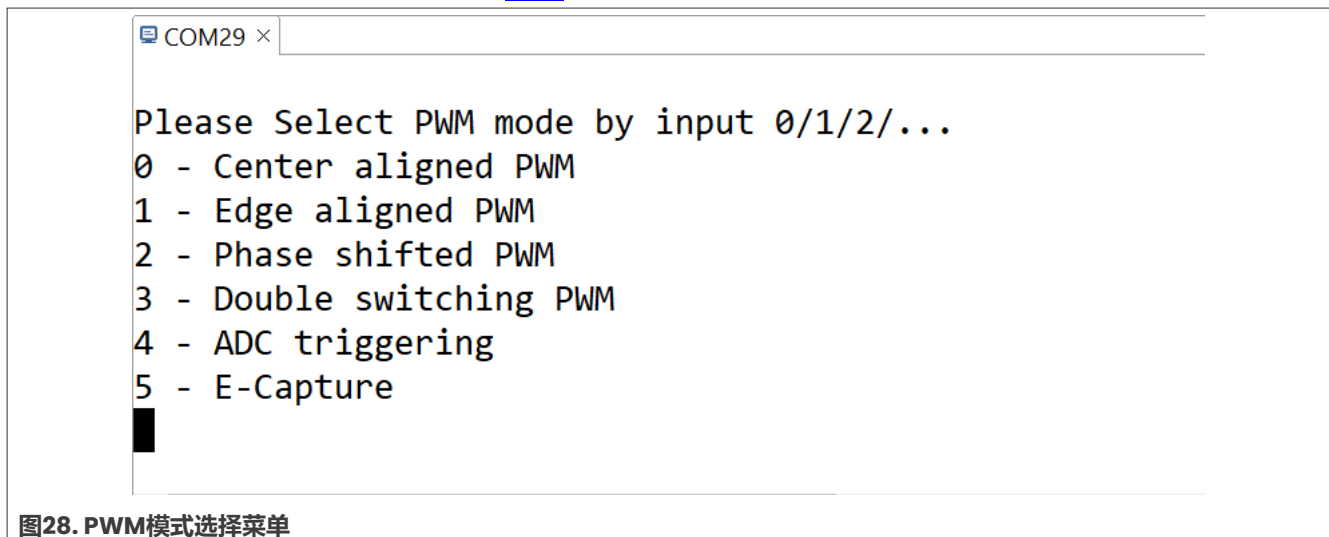

图28. PWM模式选择菜单
2. 按下复位按钮。终端显示提示信息，如图28所示。要选择PWM模式，用户可以从PC键盘输入'0'、'1'、'2'等。